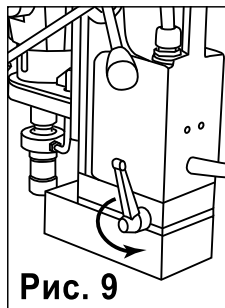

Рис. 9
2. Поверните рукоятку фиксации поворотного основания в сторону держателя; **(Рис. 9)**